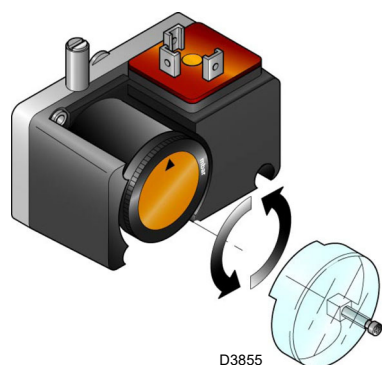

Fig. 30
- Régler le pressostat gaz seuil minimum (Fig. 30) en début d'échelle.
Effectuer le réglage du pressostat gaz seuil minimum (Fig. 30) après avoir réglé le brûleur, les vannes de gaz et le stabilisateur de rampe.